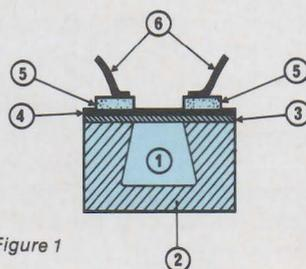

Figure 1
De façon très schématique, la configuration de la sonde répond au schéma de la figure 1. L'enceinte à vide (1), limitée par le bloc (2) qui constitue un substrat de silicium, est fermée par la couche de silicium (3), obtenue par croissance épitaxiale. Sur cette couche sont déposées quatre résistances connectées en pont, et formées d'un semiconducteur (4) de type P. Des dépôts d'aluminium (5) assurent un contact ohmique, et la liaison vers les fils de sortie (6).